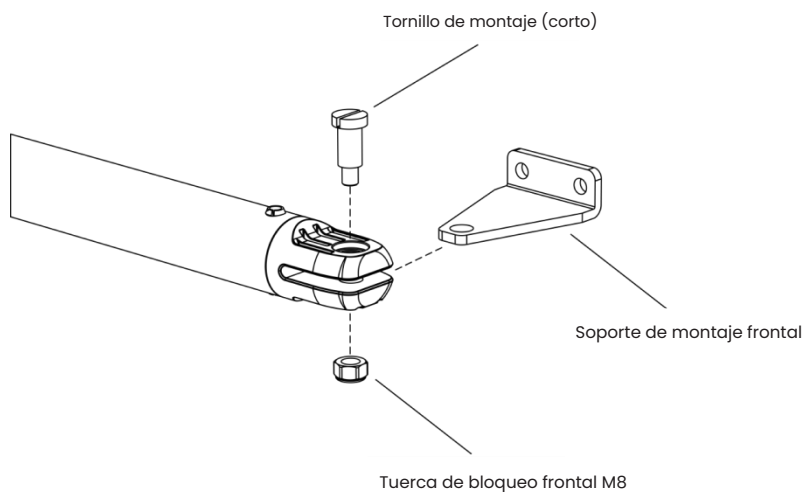

Figura 8
E) Como se muestra en la figura 8 a continuación, conecte el soporte de pared con la pared según la posición marcada. Luego, conecte la máquina principal con el soporte de pared mediante un tornillo y una tuerca. (Por favor, use el nivel del espíritu para asegurarse de que la instalación sea nivelada.)